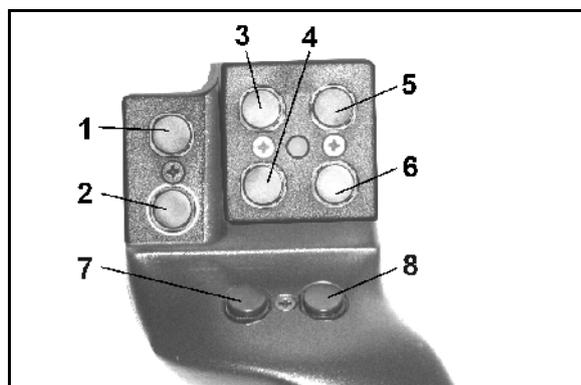
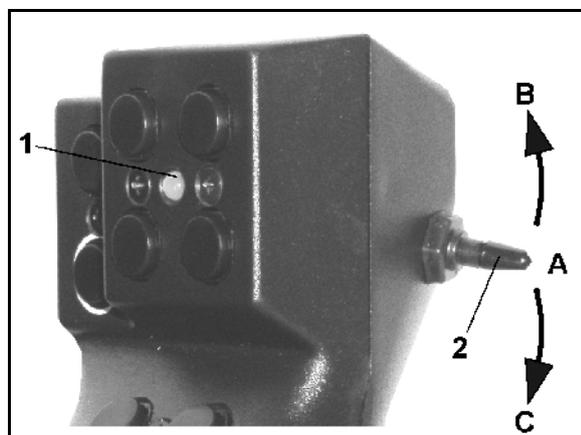

Fig. 57
Fig. 58
Zur Bedienung des **AMATRON 3** hat der Multifunktionsgriff (Fig. 57) 8 Tasten (1 - 8) zur Verfügung. Weiterhin kann mittels Schalter (Fig. 58/2) die Belegung der Tasten 3-fach verändert werden.
-  Mittelstellung (Fig. 58/A) und kann nach
-  oben (Fig. 58/B) oder
-  unten (Fig. 58/C) betätigt werden.
Die Stellung des Schalters wird durch eine LED-Leuchte (Fig. 58/1) angezeigt.